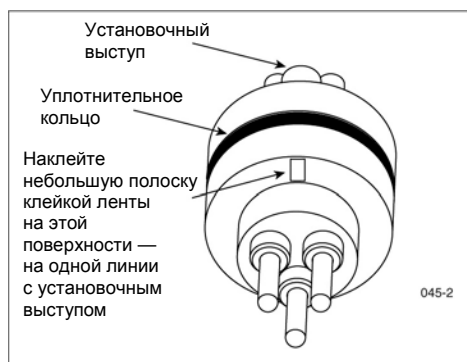

Рисунок 35. Наклеивание метки совмещения в виде полоски клейкой ленты на переднюю часть вилки разъема
12. Наклейте небольшую полоску клейкой ленты на стороне выводов разъема — на одной линии с установочным выступом (см. рисунок 35).